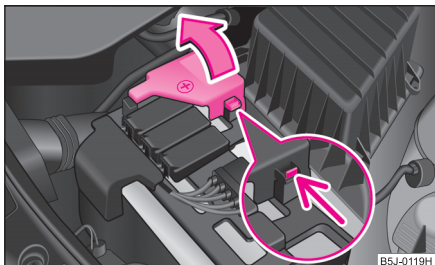

Fig. 171 Bateria: Deschiderea capacului polului plus
- Rabateți capacul polului plus (+) ⇒ fig. 171.